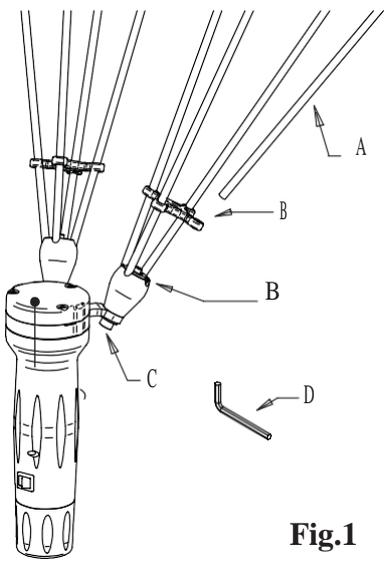

Fig.1
Su ogni Abbacchiatore è serigrafata una identificazione fig.1 riportante
- Inserire le astine in carbonio (A) sui fori (B) fig. 1
- Stringere Vite (C) con apposita chiave (D) in dotazione